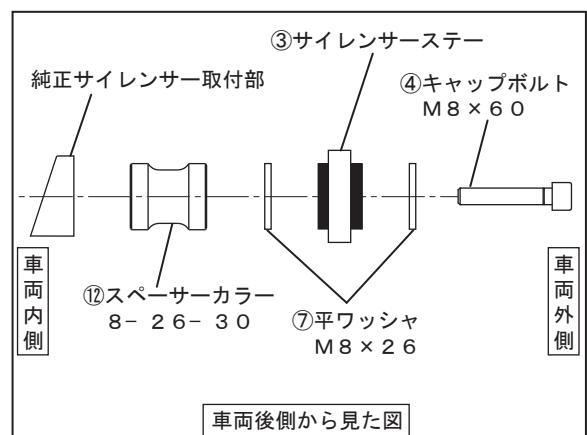

FIG. 7
7. ③サイレンサーステーを④キャップボルトM8×60、⑦平ワッシャM8×26、⑫スペーサーカラー8-26-30を使用して、車両の純正サイレンサー取付部に仮締めして下さい。 (FIG. 7 参照)
8. ①エキゾーストパイプのステーを手順4で外したナットを使用して、エンジン懸架ボルトに仮締めして下さい。